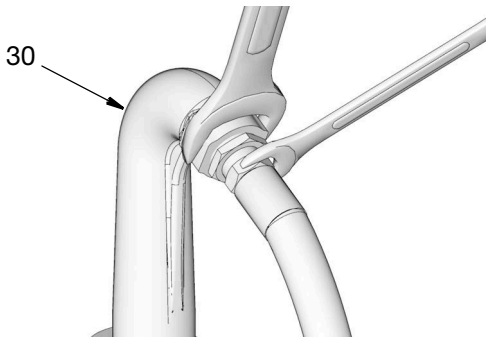

FIG. 9
- Fixer l'extrémité du flexible sur la sortie (30) à l'aide de deux clés placées sur les méplats, en les tournant dans des sens opposés, pour bien serrer le flexible sur le raccord de la sortie (FIG. 9).